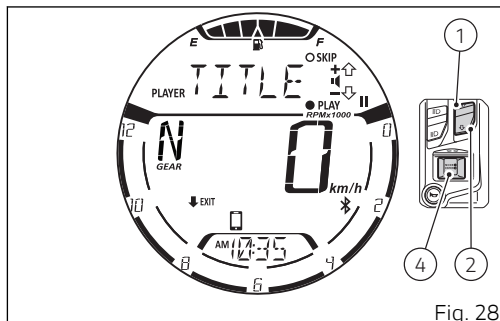

Fig. 28
Se vuelve a acceder al control del reproductor de música y el salpicadero vuelve a utilizar el pulsador (1), el pulsador (2) y el pulsador (4) solo para los controles del reproductor de música (Fig. 28).